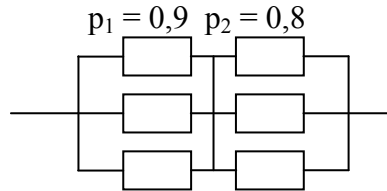

Рис. 5. Схема надежности.
**Задача 4.** Схема расчета надежности показана на рис. 5, где приведены данные о вероятностях безотказной работы элементов. Требуется определить вероятность безотказной работы  $P_c$  и вероятность отказа  $Q_c$  изделия.